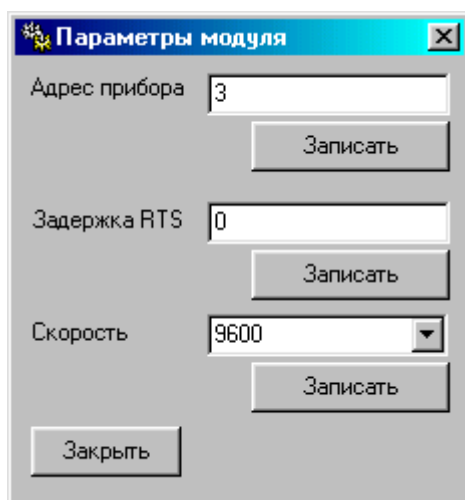

Рис. 4. Вид окна Параметры модуля.
2.4.1.3. Параметры связи модуля (адрес в сети, задержка ответа и скорость обмена данными) задаются в окне **Параметры модуля** (рис.4). Окно раскрывается после выбора наименования модуля в таблице **Состав комплекса** и активизации кнопки **Свойства**, расположенной под таблицей.